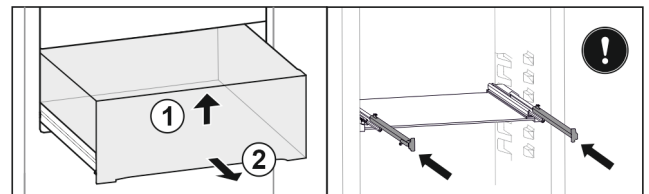

Fig. 27 \*
- ▶ Schubfach vorne anheben Fig. 27 (1)\*
- ▶ Nach vorne entnehmen Fig. 27 (2)\*